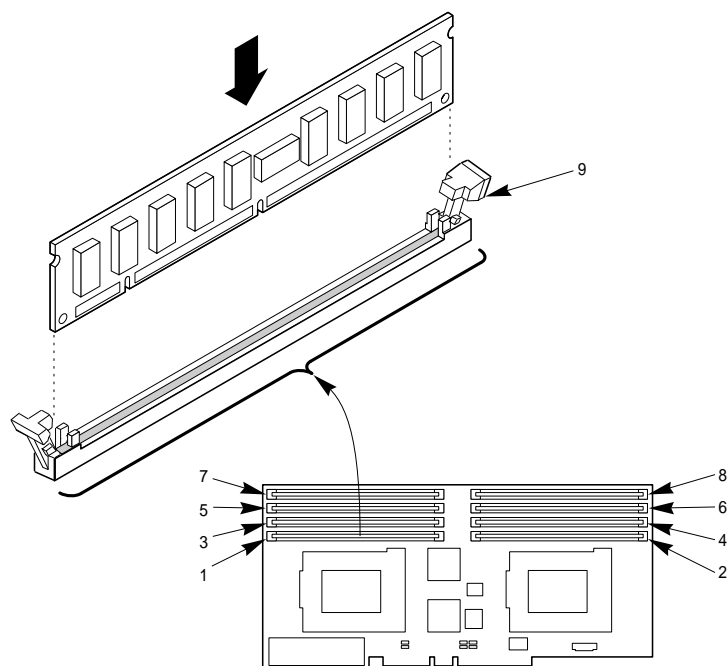

Abbildung 8-6. Ausrichtung des DIMM
Siehe Abbildung 8-6 und 8-7.
6. Setzen Sie die untere Kante des DIMM in den Sockel J1, und drücken Sie fest auf das DIMM, bis es korrekt sitzt (Abbildung 8-6).